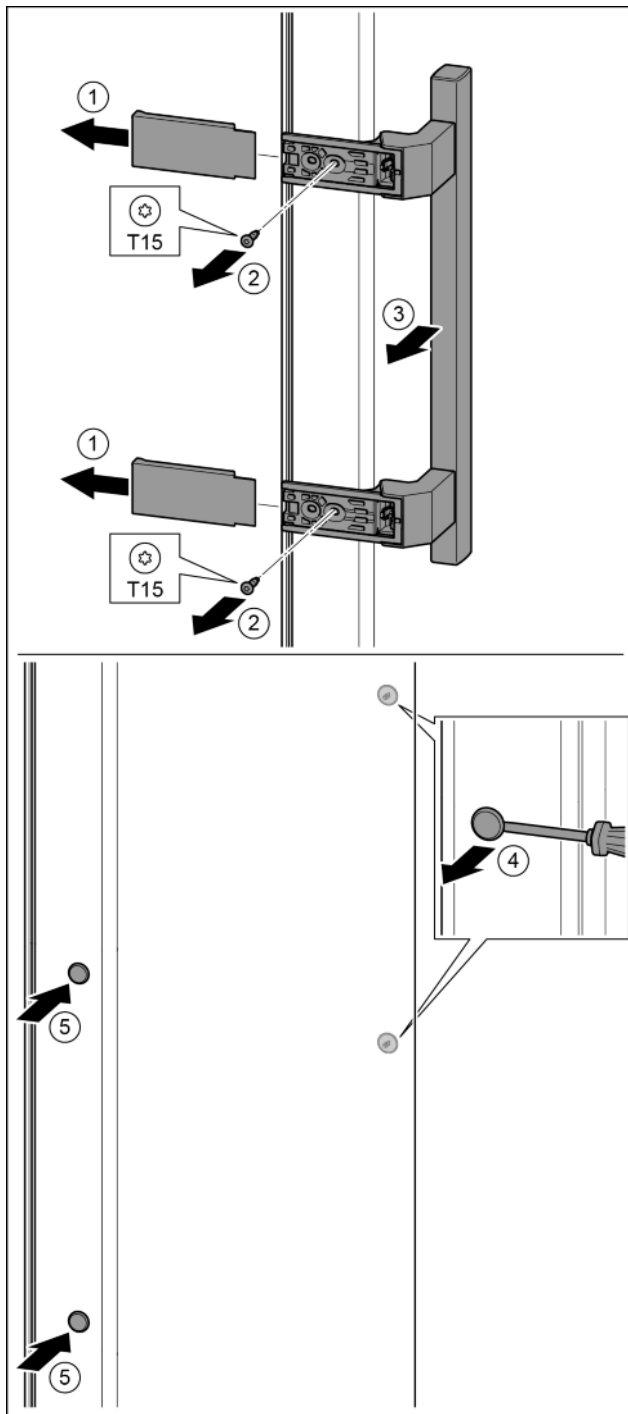

Fig. 16
- ▶ Retirer le cache. Fig. 16 (1)
- ▶ Desserrer les vis avec un tournevis T15. Fig. 16 (2)
- ▶ Déposer la poignée. Fig. 16 (3)
- ▶ Soulever délicatement le bouchon latéral avec un tournevis plat et le sortir. Fig. 16 (4)
- ▶ Remettre en place le bouchon de l'autre côté. Fig. 16 (5)